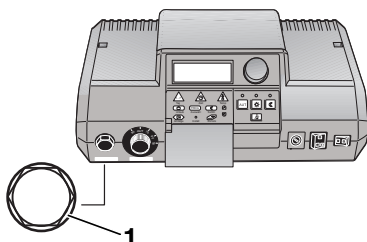

Fig. 6 Retire a porca cega
- Para desbloquear o termostato de segurança, a porca cega deve estar desenroscada no STB e o botão de rearme, que se encontra por baixo desta, deve estar premido (fig. 6).